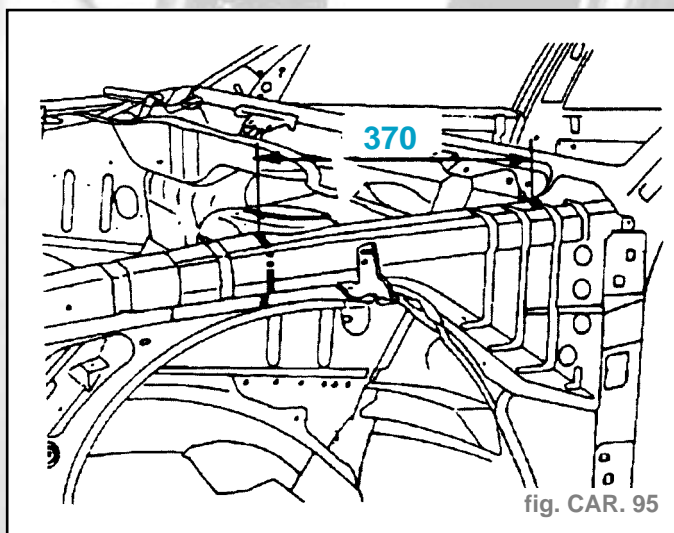

fig. CAR. 95
- Tracer, puis découper à l'aide d'une meule épaisseur 1 mm (coupe provisoire) (fig. CAR. 95).